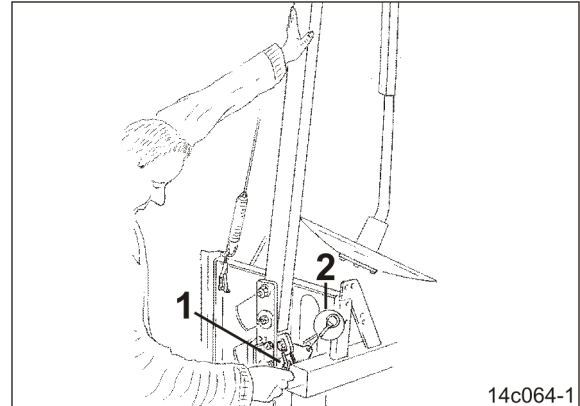

Fig. 105
1. Den Spuranreißer-Ausleger andrücken (Fig. 105).
- 2.1 Den Klappstecker (Fig. 105/1) am Spuranreißer-Ausleger abstecken.
- 2.1 Den Klappstecker zum Parken an der Lasche (Fig. 105/2) abstecken.